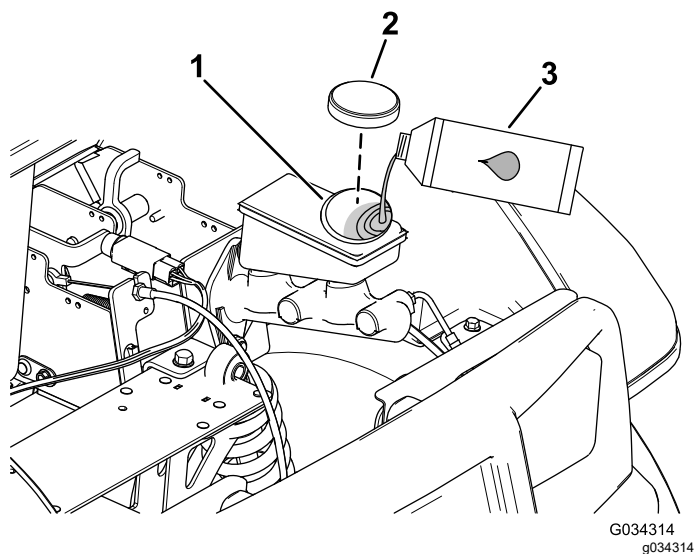

図 55
2. フードを持ち上げてブレーキのマスターシリンダとブレーキ液タンクにアクセスできるようにする 図 55。
- A. ウェスでタンクのキャップの周囲をきれいに拭いてキャップ外す 図 55。
- C. タンクにキャップを取り付ける 図 55。